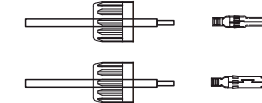

Bild 5.14 Sätt in kabeln i Anslutningslockets mutter och kontaktstift
2. För in tråden i anslutningslockets mutter och kontaktstiftet. (se bild 5.14)